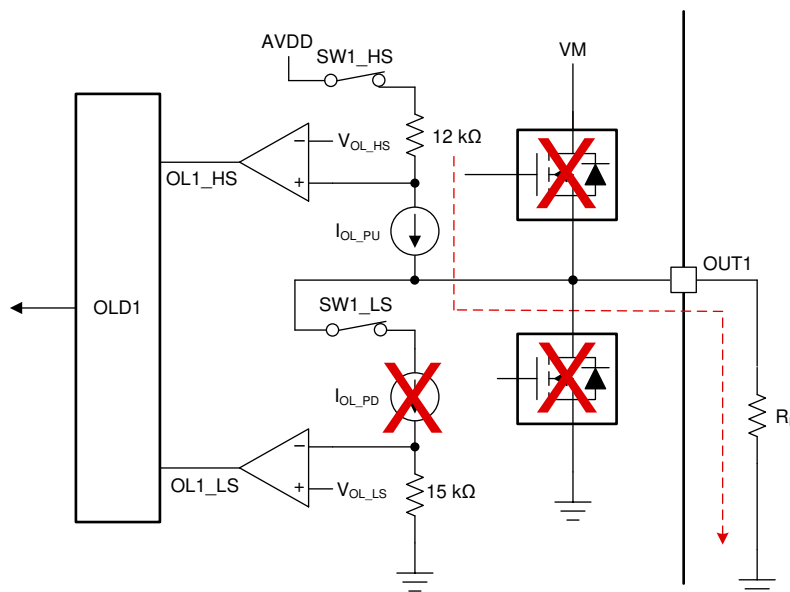
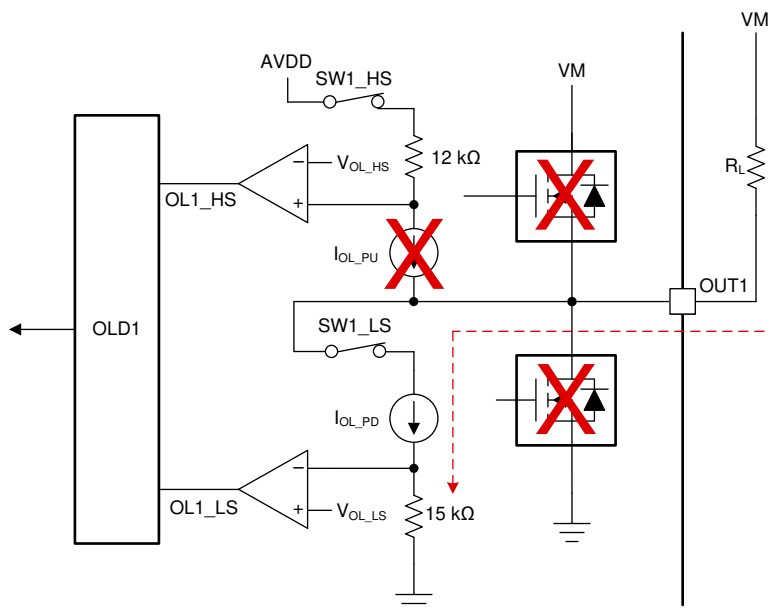

図 8-18. グランド (GND) に接続された負荷の開放負荷検出回路
図 8-20. 電源電圧 (VM) に接続された負荷の開放負荷検出回路
OLD 回路は、電流源 (および電流シンク)、直列シーケンス スイッチ (デジタル コアによってシーケンスされる)、抵抗、コンパレータの 4 つの主要コンポーネントで構成されています。グランド (GND) に接続された負荷の場合、図 8-18 に示すように、電流源 ( $I_{\text{OL\_PU}}$ ) が OUTx ノードを内部レギュレータ電圧 (AVDD) にプルアップし、電流は内部レギュレータ電圧 (AVDD) から接続負荷を介してグランドに流れます。さらに、電源 (VM) に接続された負荷の場合、図 8-20 に示すように、電流シンク ( $I_{\text{OL\_PD}}$ ) が電源電圧 (VM) から接続負荷を経由してグランドに電流をプルダウンします。OUTx 端子に接続された負荷の抵抗は、ソース / シンク電流を変化させ、間接的に 2 つの抵抗 (12kΩ と 15kΩ) 間の電圧降下を変化させます。2 つの抵抗間のこの電圧降下は、内部コンパレータによって基準電圧 ( $V_{\text{OL\_HS}}$  と  $V_{\text{OL\_LS}}$ ) と比較され、OL1\_HS と OL1\_LS として出力されます。このコンパレータ出力は、開放負荷条件を判定するために開放負荷デジタル回路に供給されます。
図 8-18 に、内部 OLD 回路を持つグランドに接続された負荷を示します。ハイサイドの開放負荷シーケンスがアクティブになると (SW1\_HS がオン、SW1\_LS がオフ)、電流源 ( $I_{\text{OL\_PU}}$ ) が OUT1 ノードを内部レギュレータ電圧 (AVDD) にプルアップし、電流は内部レギュレータ電圧 (AVDD) から接続負荷 ( $R_L$ ) を介してグランドに流れます。このとき、負荷の有無によって、以下の 3 つのケースが考えられます。
図 8-20 に、内部 OLD 回路を持つ電源 (VM) に接続された負荷を示します。ローサイドの開放負荷シーケンスがアクティブになると (SW1\_HS がオフ、SW1\_LS がオン)、電流シンク ( $I_{OL\_PD}$ ) が OUT1 ノードを電源電圧 ( $V_{VM}$ ) にプルダウンし、電流は電源 (VM) から接続負荷 ( $R_L$ ) を介してグランドに流れます。このとき、負荷の有無によって、以下の 3 つのケースが考えられます。